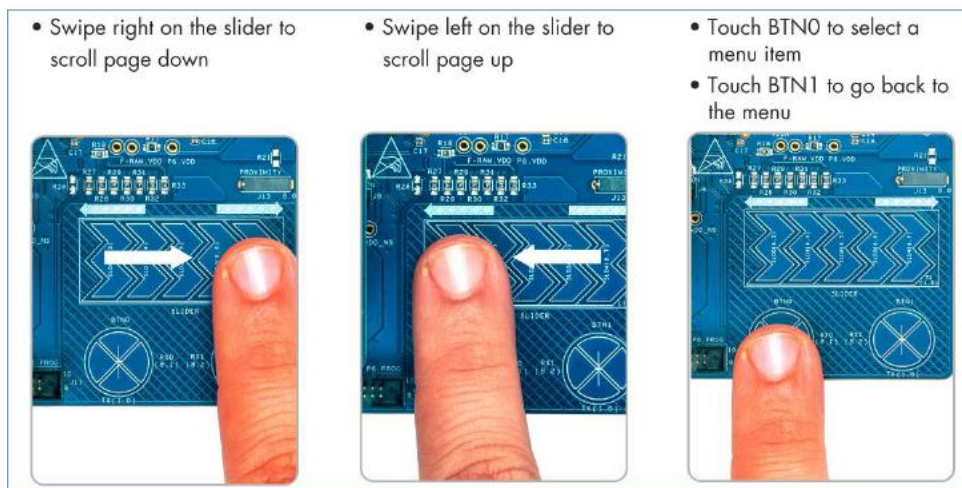

Рис. 11.8. Параметри навігації по меню
3. Для навігації по меню, як показано на рис. 11.8, використовуватимемо сенсорний повзунок та кнопки CapSense.